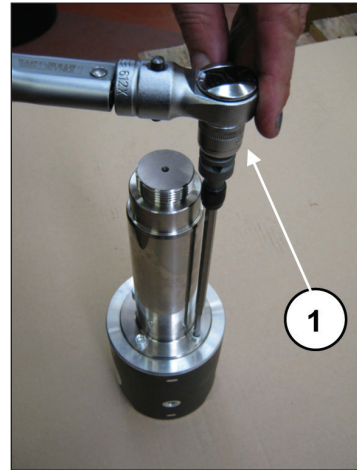

图41
利用专用工具锁定活塞导承，接着用扭力扳手进行螺丝的调节（部件号①，图41），如第3章所示。